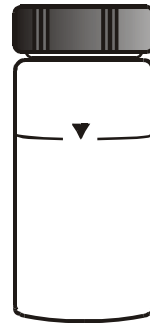

Figure 7 :
2. Prendre une cuvette d'échantillon propre et sèche (Figure 7).